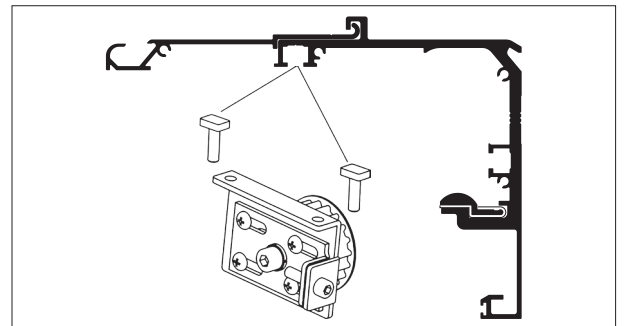

Рис. 7
2. Закрепите натяжной ролик в несущем профиле привода (рис. 7).